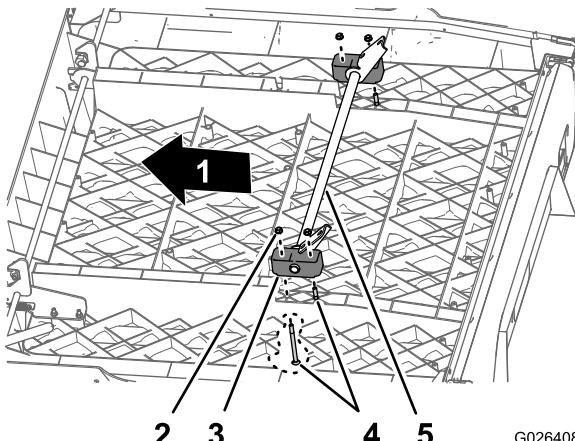

図 8
1. 古い方の荷台から、ピボットブロック2個とピボットブラケット・アセンブリをボトムボックスに固定しているキャリッジボルト4本 $3/8 \times 5$ インチと歯付きナット4個 $3/8$ インチを取り外す 図 8。